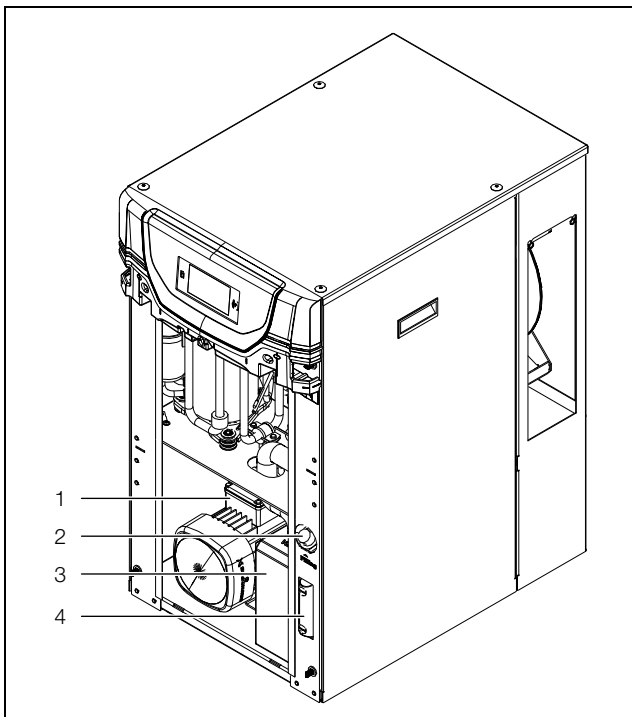

Imagen 38: Llenado del medio refrigerante
- Llène la chiller con medio refrigerante a través del tapón de llenado (imagen 38, pos. 2) del depósito.
- Controle el nivel de llenado a través de la mirilla (imagen 38, pos. 4).